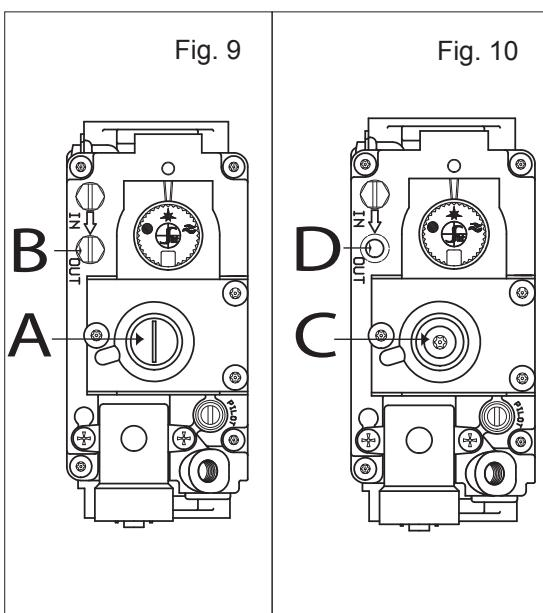

Fig. 10
- appliquer le manomètre à la prise de pression "D" (Fig. 10);
- régler la pression du gaz aux valeurs indiquées dans le tableau en agissant sur la vis "C" (Fig. 10) en se rappelant que quand on tourne la vis dans le sens des aiguilles d'une montre, on augmente la pression, quand on la tourne dans le sens inverse des aiguilles d'une montre, on diminue la pression;
REmplir l'huile froide jusqu'au niveau minimum (fig. 9)	DURANT LE FONCTIONNEMENT LAISSEz LE MELANGEUR À L'INTÉRIEUR DE LA CUVE (fig.10)